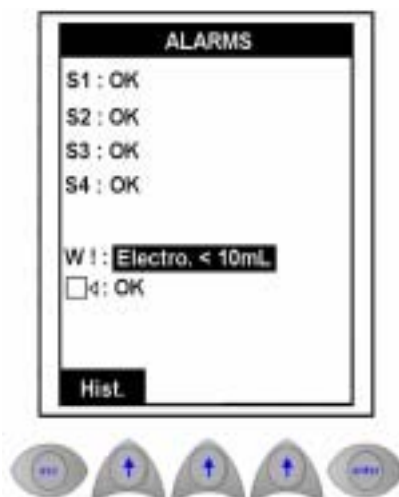

图 3-5 警报页面
- **Alarm**—如果设置了警报，该选项会在屏幕上闪烁。选择这个选项可以将您带到第 36 页图 3-5 所示的警报页面。